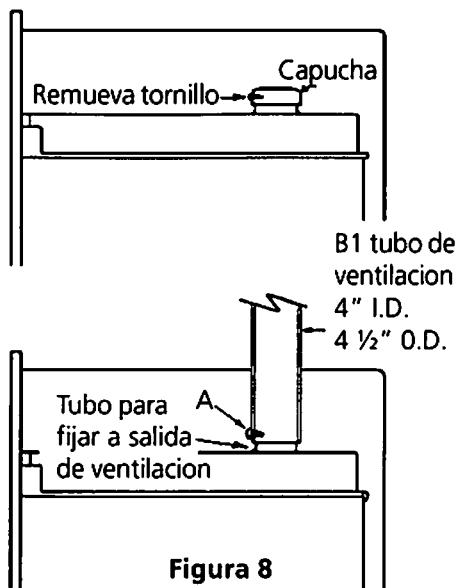

Figura 8
- A. Coloque el tubo en la salida de la ventilación y taladre un hueco de  $3/32$ " de diámetro en el punto "A" (ver figura 8). La perforación en el tubo debe ser hecha de manera que coincida con la de la salida de la ventilación.
- B. Ajuste la tubería de ventilación a la salida de ventilación con un tornillo (ver figura 8).